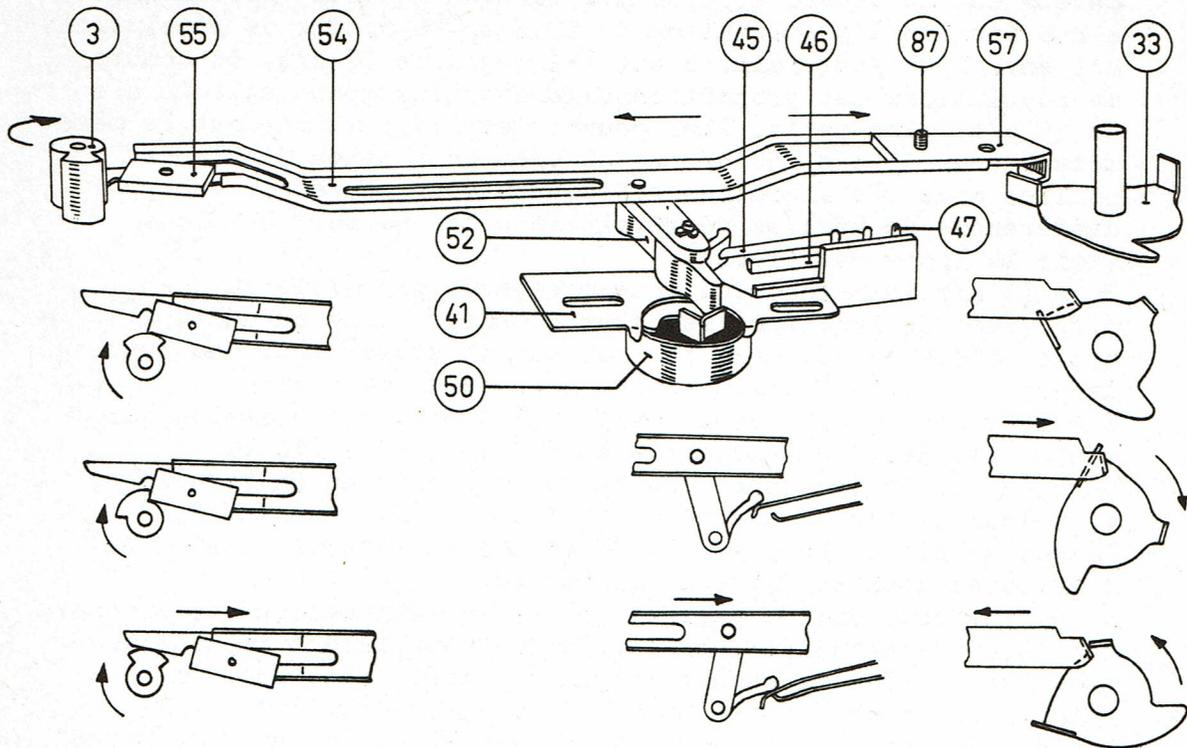

Fig.4
-B- LE MECANISME DE MISE EN ET HORS CIRCUIT (fig.4)
- a: En soulevant le bras de p.u. de son appui et en l'écartant du plateau, le palpeur pos.54 est poussé dans le sens de l'axe du plateau par l'équerre 33 qui est relié au bras de p.u.
En prenant en considération la fig.4, le plateau tourne vers la droite, donc aussi la came 3a tourne vers la droite.
-b- Le point giratoire du palpeur 54 doit se trouver perpendiculairement à la surface de la plaque de montage pos.1.
-c- Dévisser quelques tours les deux vis, avec lesquelles a été fixé l'étrier 41 (sur lequel est monté l'interrupteur de réseau) fig.4.
Ceci peut être ajusté en déplaçant l'étrier 57 sur le palpeur 54, après le dévissage de la vis de fixation 87 (voir la fig.4).